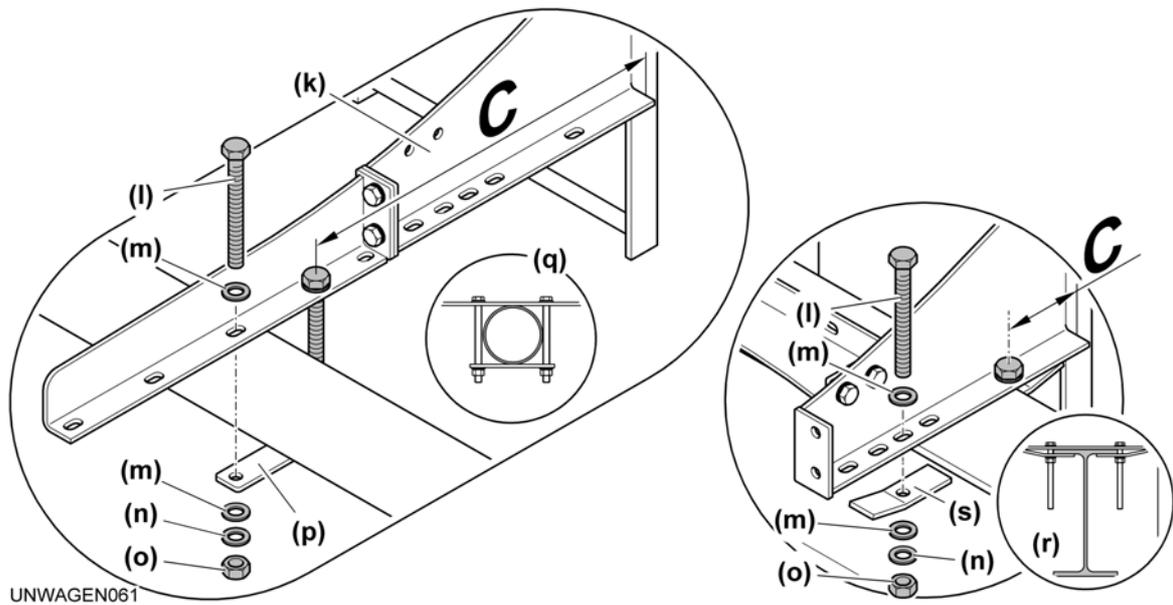

Fig. 0-9 Montagemaß „C“
- ▶ Um Klemmwirkung zu erhalten: Auf korrekte Einbaulage der Bleche (s) achten (siehe: Fig. 0-9).